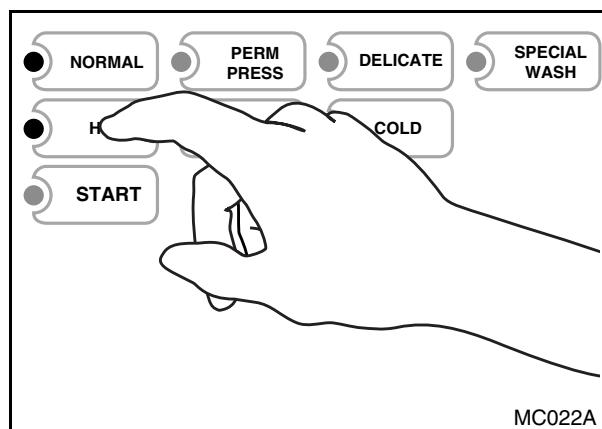

Figura 2-3
- Oprima el pulsador de selección de la temperatura de lavado deseada. Vea la Figura 2-3. Se encenderá el LED contiguo al pulsador.